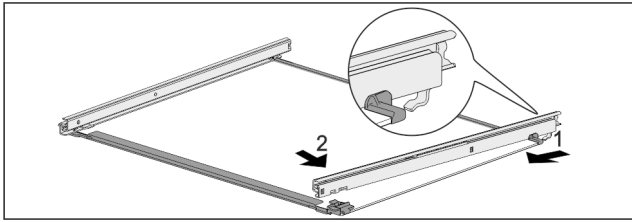

Fig. 85 Скляна пластина з рейками
- ▶ Зачепити рейку ззаду. Fig. 85 (1)
- ▶ Зафіксуйте рейку спереду. Fig. 85 (2)